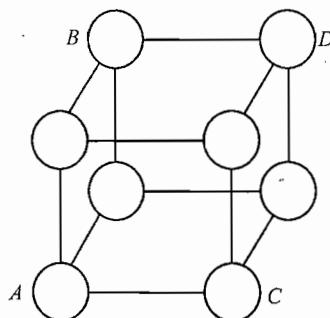

图 18-1 第一题第 5 小题图
1. FCC 结构的密排方向是 (1)，密排面是 (2)，密排面的堆垛顺序是 (3)，致密度为 (4)，配位数是 (5)，晶胞中原子数为 (6)，把原子视为半径为  $r$  的刚性球时，原子的半径和点阵常数  $a$  的关系为 (7)。
3. 无序固溶体转变为有序固溶体时，合金性能变化的一般规律是：强度和硬度 (11)，塑性 (12)，导电性 (13)。
4. Fe-Fe3C 相图中含碳量小于 (14) 为钢，大于 (15) 为铸铁；铁碳合金室温平衡组织均由 (16) 和 (17) 两个基本相组成；奥氏体其晶体结构是 (18)，合金平衡结晶时，奥氏体的最大含碳量是 (19)；珠光体的含碳量是 (20)；莱氏体的含碳量为 (21)；在常温下，亚共析钢的平衡组织是 (22)，过共析钢的平衡组织是 (23)；Fe3CI 是从 (24) 中析出的，Fe3CII 是从 (25) 中析出的，Fe3CIII 是从 (26) 中析出的，它们的含碳量为 (27)。
5. 图 18-1 为简单立方点阵晶胞，其中 ABC 面的面指数是 (28)，AD 的晶向指数是 (29)。